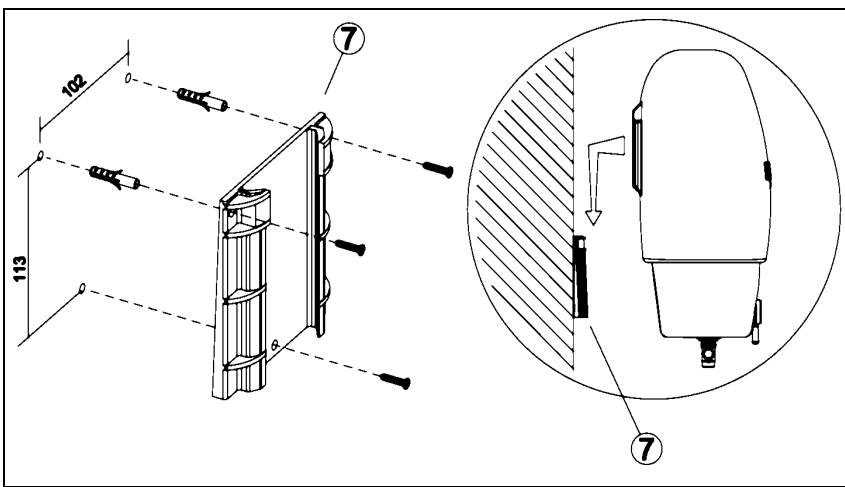

Рис.2
### 1- крепление к стене (рис. 2)
- a) закрепить винтами на стене кронштейн (7). Обратите внимание: кронштейн должен быть установлен так, как показано на рис.2.
- b) вставить выступ для фиксации водонагревателя, находящийся на задней стороне водонагревателя (8), в направляющие кронштейна (7).